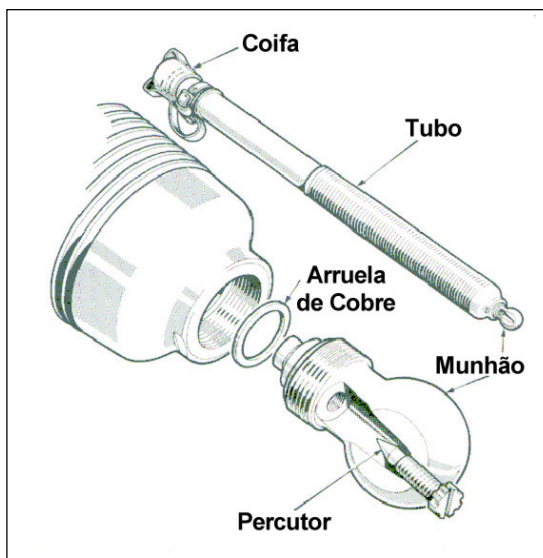
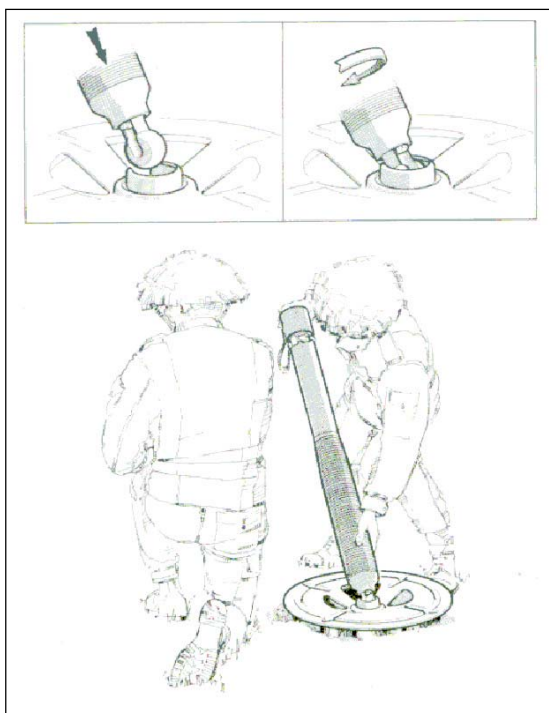

Fig 2-2. O Tubo
Fig 2-3. Montando o Tubo
a. Tubo L16A1 - É liso, feito de aço forjado, de calibre 81 mm. Uma coifa de couro é utilizada para fechar a parte anterior do tubo para não entrar umidade, ela deve ser removida somente quando necessário (antes do tiro). O número de série do tubo está inserido ao redor do aro na parte anterior do mesmo. O aro por dentro é chanfrado para permitir a entrada da granada. A metade do tubo possui aletas que servem para a refrigeração. Ao redor do tubo existem duas faixas de metal que se sobressaem, uma na parte anterior e outra no início das aletas. A braçadeira do bipé está ajustada para ficar entre estas duas faixas. Ela está posicionada assim para que durante o tiro seja impossível acontecer algum incidente. O munhão tem um formato de bola, pode ser removível e possui um percutor, também removível. Ele está ligado ao tubo, propriamente dito, por uma arruela de cobre sob pressão. O local onde está ligado o percutor na culatra do tubo está pintado de vermelho. Esse meio visual auxilia para a verificação do pino durante as vibrações do tiro. O tubo pesa 12, 7 kg. (Fig 2-2 e Fig 2-3)